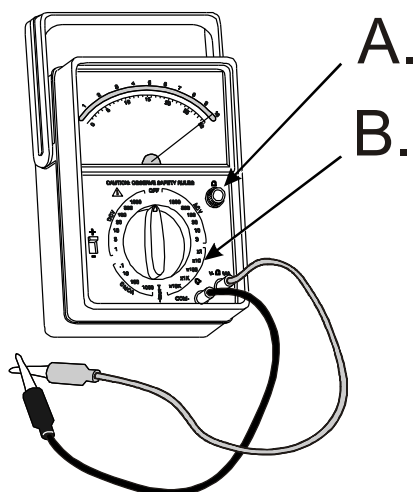

Figure 24 - Réglage de l'ohmmètre.
4. Connecter les pinces crocodile ensemble (Fig. 24). L'aiguille de mesure doit se déplacer vers l'extrême droite de l'échelle de mesure.